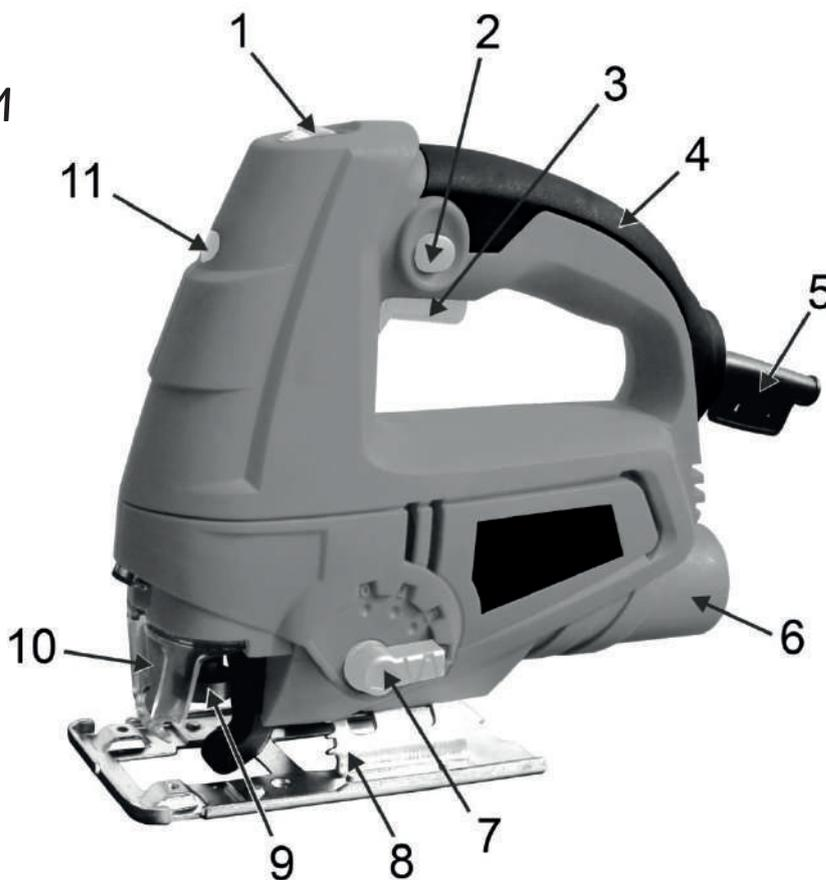

Рис. 1
Защитный экран лобзика (10)(См. Рис.1) имеет специальное окно для быстрого доступа к фиксатору крепления пильного полотна (пилкодержатель).
- Для включения лобзика : нажмите пусковую клавишу (3)(См. Рис.1).
- Кнопка фиксации пуска (2) позволяет поддерживать максимальную скорость без необходимости постоянного нажатия на клавишу пускового выключателя (3)(См. Рис.1).
- Для непрерывного режима работы лобзика, при нажатой пусковой клавише (2) нажмите кнопку фиксации пуска (2)(См. Рис.1).
- Чтобы выключить лобзик, работающий в непрерывном режиме, достаточно еще раз нажать на клавишу пускового выключателя (3)(См. Рис.1).
- Частота вращения двигателя лобзика может меняться в зависимости от положения регулятора скорости (1)(См. Рис.1) до 3000 об/мин.
- Настройка маятникового механизма производится посредством переключателя маятникового хода (7)(См. Рис.1).
- Подошва (основание)(8) (См. Рис.1) электрического лобзика может быть установлена под левым или правым углом до 45 градусов.